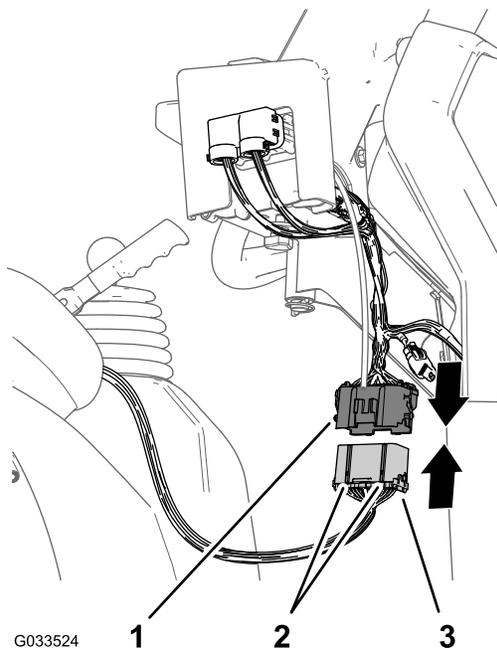

Figure 23
- Alignez les 2 détrompeurs du connecteur à 38 broches du faisceau arrière du pulvérisateur et les 2 détrompeurs du connecteur à 38 douilles du faisceau avant qui est relié à la console de commande (Figure 23).
2. Branchez le connecteur du faisceau arrière au connecteur du faisceau avant jusqu'à ce que les loquets des connecteurs s'enclenchent solidement ensemble (Figure 23).